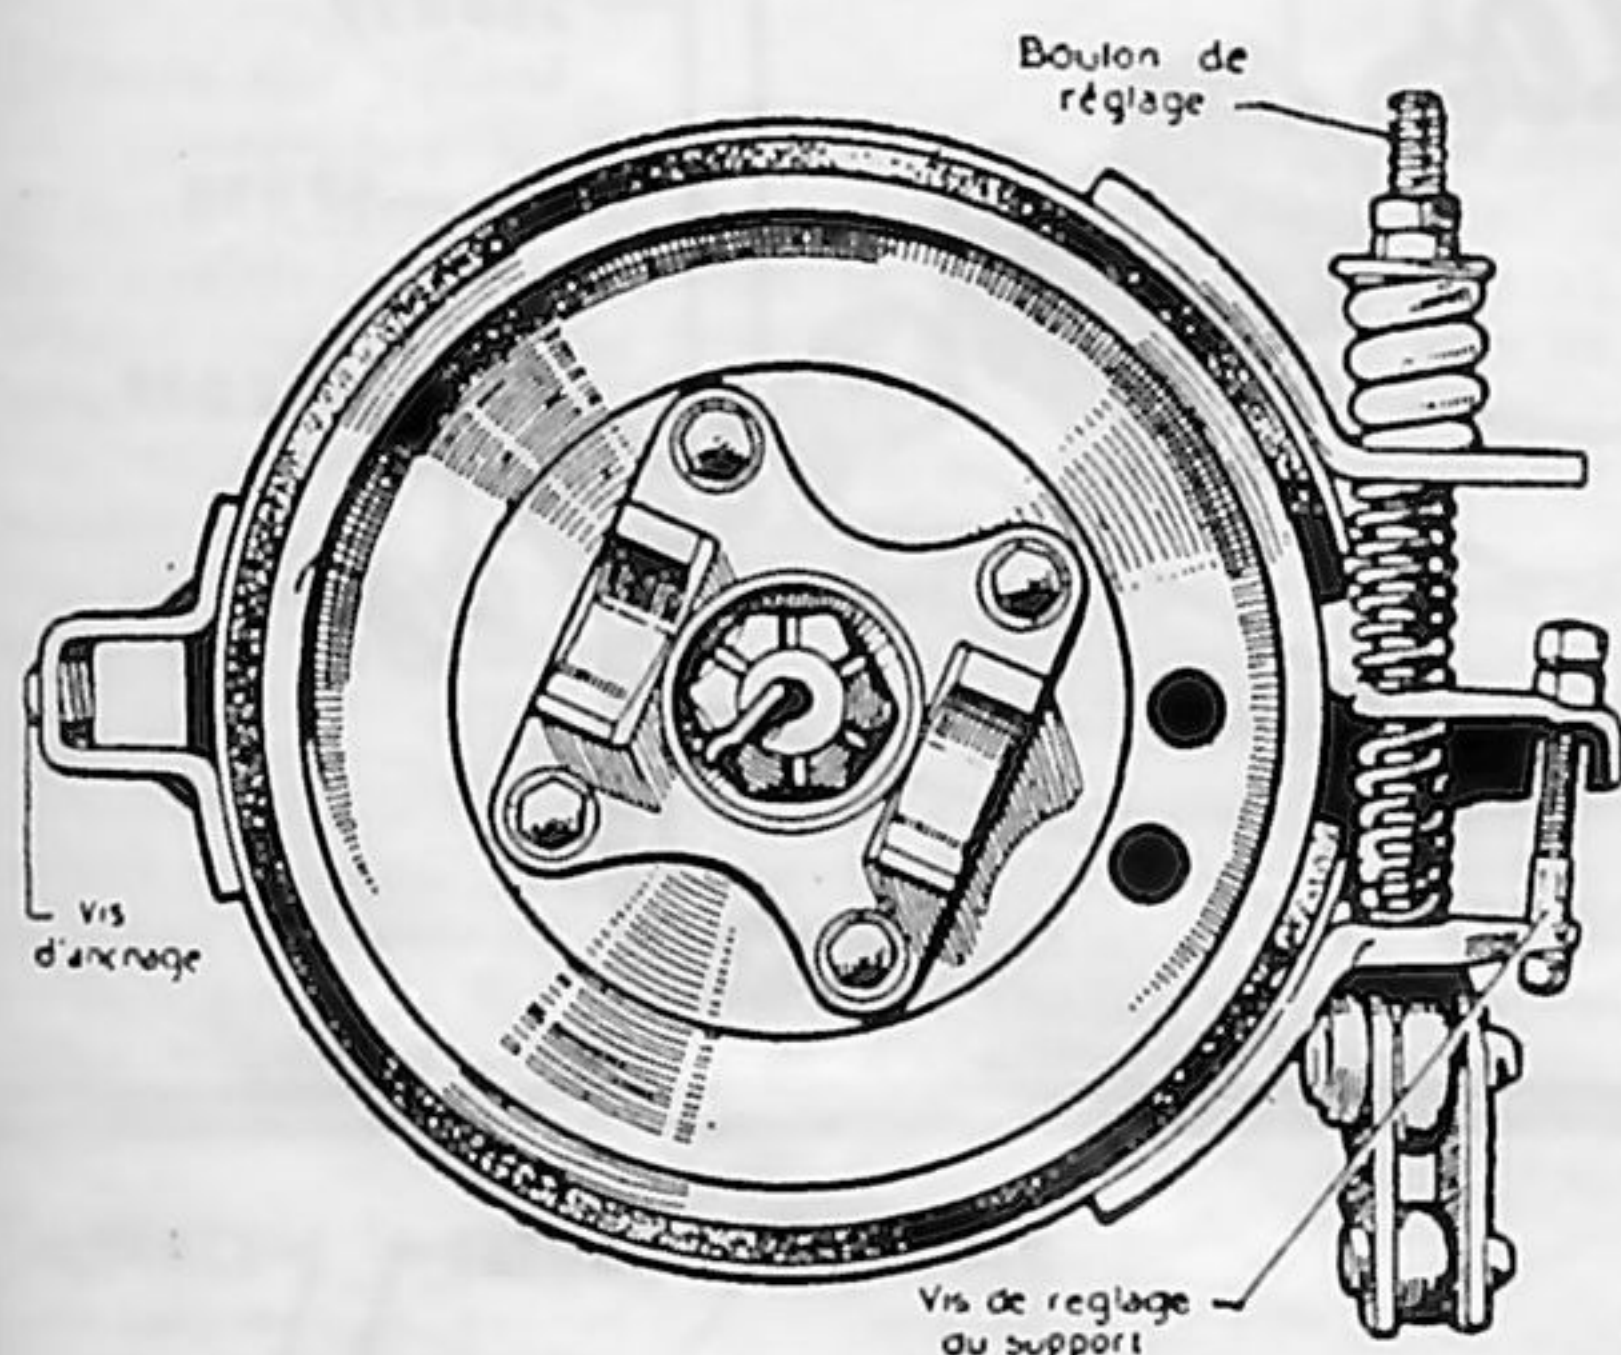

Fig. 34. — Réglage du frein à main
- Enlever le fil d'arrêt de la vis d'ancrage (fig. 34) et régler cette vis de façon à obtenir un jeu entre garniture et tambour de 0,25 à 0,30 mm. (0.010 à 0.012") à l'ancrage.